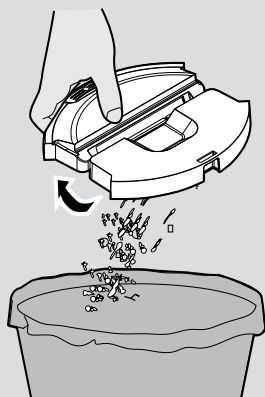
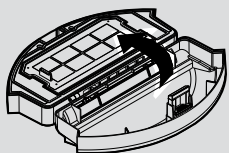

Fig. 8
Fig. 9
2. Esvazie o recipiente de pó sobre um caixote de lixo. [Fig. 8]
2. Esvazie o depósito de pó. [Fig. 8] Abra o recipiente de pó, remova a malha do filtro com o filtro em conjunto, em seguida, remova o filtro EPA da malha do filtro e limpe-os separadamente. A montagem é feita na ordem inversa, certifique-se de que o filtro está montado corretamente. [Fig. 9,10]